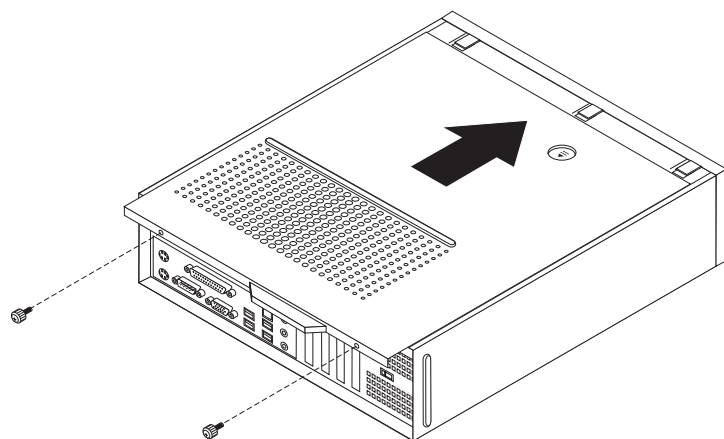

Figura 39. Instalación de la cubierta
5. Vuelva a poner la cubierta del sistema y conecte el cable de alimentación. Consulte la Figura 39 en la página 39.